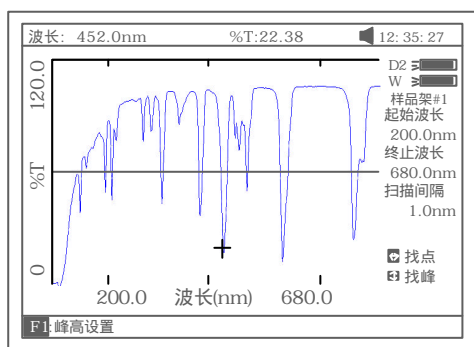

图 51
b.逐点峰谷检索：按【】键从左到右逐点进行峰谷检索，按【】键从右到左逐点进行峰谷检索，检索数据同样显示在显示屏的第一行。图 51 示。